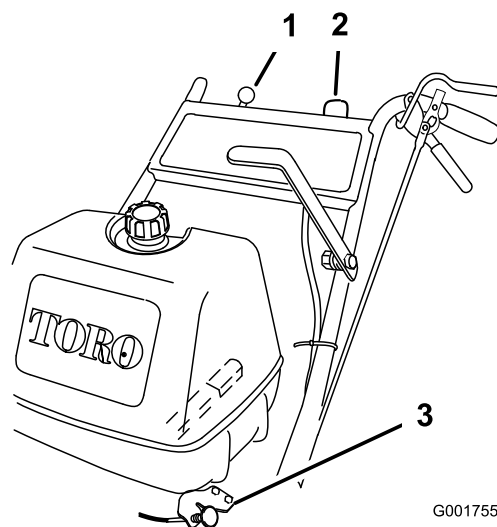

Figura 7
5. Gire la llave de contacto a la posición de **marcha** (Figura 7).
8. Tire del mando del estérter si el motor está frío (Figura 7).